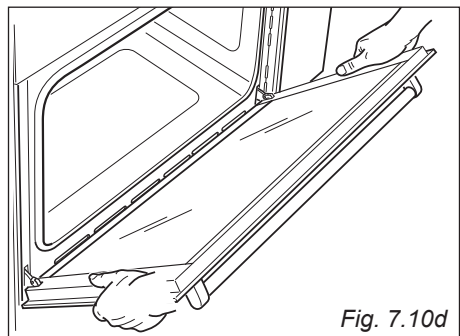

Fig. 7.10d
- Impugnare la porta come illustrato in fig. 7.10d.